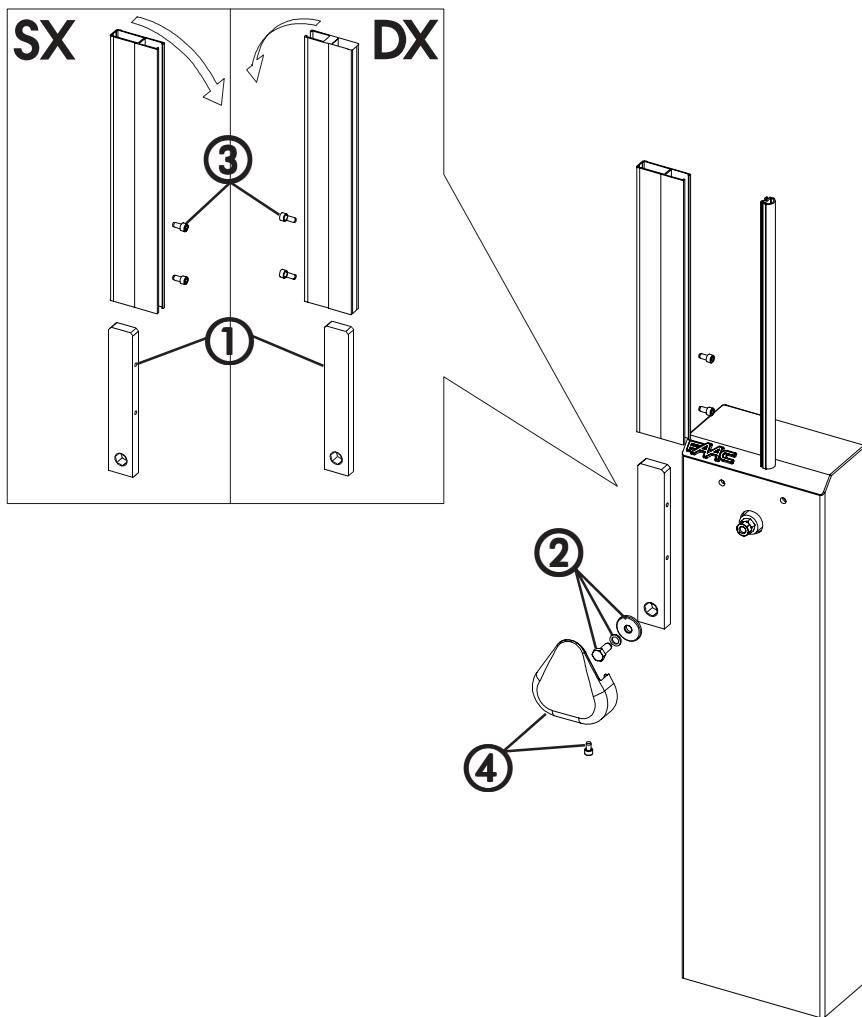

fig.1
Prima di procedere al fissaggio della tasca sull'albero, assicurarsi che i due fori filettati (fig. 1 rif. ①) si trovino in corrispondenza del lato inferiore dell'asta (profilo in gomma antiurto).
- Montare la tasca sull'albero utilizzando la viteria in dotazione (fig. 1 rif. ②).
- Inserire l'asta sulla tasca e bloccarla con le due viti a corredo (fig. 1 rif. ③).
- Montare la copertura dell'asta utilizzando la vite in dotazione (fig. 1 rif. ④).
Before assembling the pocket on the shaft, ensure that the two threaded holes (fig. 1 ref. ①) are in a position corresponding with the lower side of the beam (rubber protection strip).
- Assemble the pocket on the shaft using the provided set of screws (fig. 1 ref. ②).
- Insert the beam on the pocket and block it with the two provided screws (fig. 1 ref. ③).
- Mount the beam cover with the provided screws (fig. 1 ref. ④).
Avant de procéder à la fixation de la bride sur l'arbre, s'assurer que les deux trous taraudés (fig. 1 réf. ①) se trouvent en correspondance du côté inférieur de la lisse (bande de caoutchouc anti-choc).
- monter la bride sur l'arbre en utilisant la visserie fournie (fig. 1 rif. ②).
- insérer la lisse sur la bride et la bloquer avec les deux vis fournies (fig. 1 réf. ③).
- monter le capot de la lisse en utilisant la vis fournie (fig. 1 réf. ④).
Antes fijar la brida en el eje, asegurarse que los dos agujeros roscados (fig. 1 rif. ①) se encuentren en correspondencia del lado inferior de la barra (perfil en goma antichoque).
- Ensamblar la brida en el eje utilizando los tornillos en dotación (fig. 1 rif. ②).
- Insertar la barra sobre la brida y bloquearla utilizando los dos tornillos suministrados (fig. 1 rif. ③)
- Montar la cobertura de la barra utilizando el tornillo en dotación (rif. 1 rif. ④).
Vor der Montage der Balkenbefestigung an der Welle ist es sicherzugehen, dass die zwei Gewindebohrungen (Abb. 1 Ref. ①) mit der unteren Seite (Gummiprofil) des Balkenprofils übereinstimmen.
- Die Balkenbefestigung mittels der mitgelieferten Schrauben an der Welle montieren (Abb. 1 Ref. ①).
- Den Balken in der Balkenbefestigung einsetzen und ihn mit den mitgelieferten Schrauben fixieren (Abb. 1 Ref. ③).
- Die Abdeckung mittels der mitgelieferten Schraube (Abb. 1 Ref. ④) montieren.
Vooraleer verder te gaan met het bevestigen van de fixeerplaat op de as, moet men zich ervan vergewissen dat de 2 met Schroefdraad afgезette gaten (fig. 1 rif. ①) zich bevinden in overeenstemming met het onderste deel van de stang (profiel in antichoc rubber).
- De fixeerplaat op de mast monteren door gebruik te maken van de bijgevoegde schroeven (fig. 1 rif. ②).
- de stang in de fixeerplaat schuiven en haar blokkeren met de 2 schroeven in de uitset (fig. 1 rif. ③).
- Het beschermingsdeel van de stang monteren door gebruik te maken van de bijgevoegde schroeven (fig. 1 rif. ④).